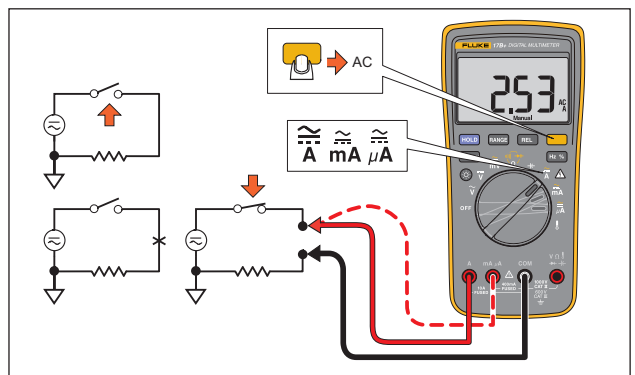

图 2. 测量交流和直流电流
3. 根据要测量的电流将红色测试导线连接至 **A** 或 **mA** μA 端子，并将黑色测试导线连接至 **COM** 端子。参见图 2。